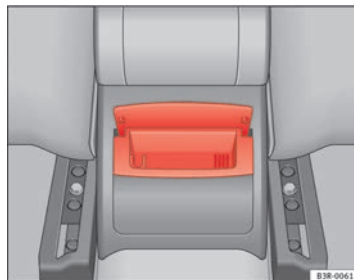

Fig. 134 Posacenere posteriore
- Afferrare il posacenere dal coperchio aperto ed estrarlo tirandolo verso l'alto (⇒ pag. 161, fig. 134).